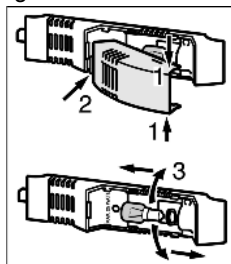

Fig. 17
- ▶ Ta tag i lampglasat uppe och nere *Fig. 17 (1)*.
- ▶ Haka loss lampglasat bak och ta loss det *Fig. 17 (2)*.
- ▶ Byt lampan *Fig. 17 (3)*.